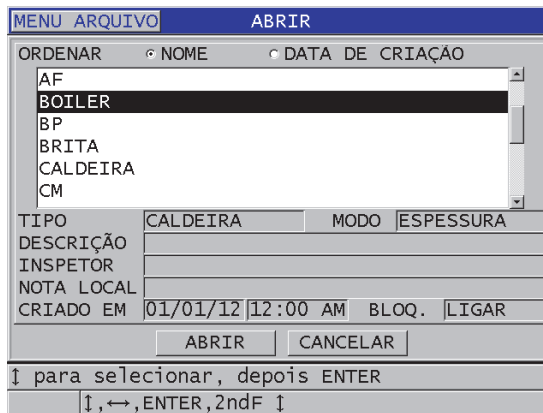

Figura 11-16 Abrir arquivo
3. Na tela **ABRIR** (veja Figura 11-16 na página 203):